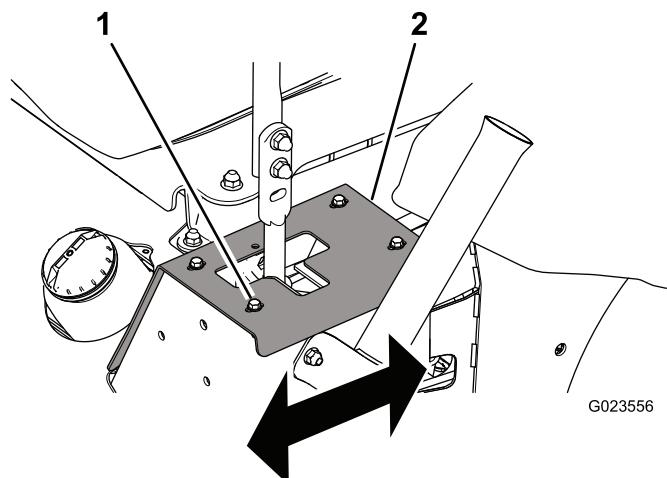

Figure 59
- Si elle se déporte à droite, desserrez les boulons et reculez la plaque de butée gauche jusqu'à ce que la machine se déplace en ligne droite (Figure 59).
- Si elle se déporte à gauche, desserrez les boulons et reculez la plaque de butée droite jusqu'à ce que la machine se déplace en ligne droite (Figure 59).
1. Boulon (4)
- Serrez les boulons pour fixer la plaque de butée (Figure 59).